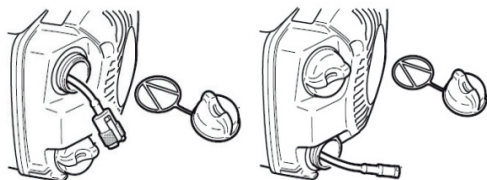

Рис. 16
Топливный и масляный фильтры находятся каждый в своем бачке, своевременно проводите их осмотр и замену. Для этого снимите крышку соответствующего бака и крюком из проволоки извлеките фильтр ① (Рис. 16). В случае загрязнения внутренней поверхности бака, промойте его чистым бензином и просушите.